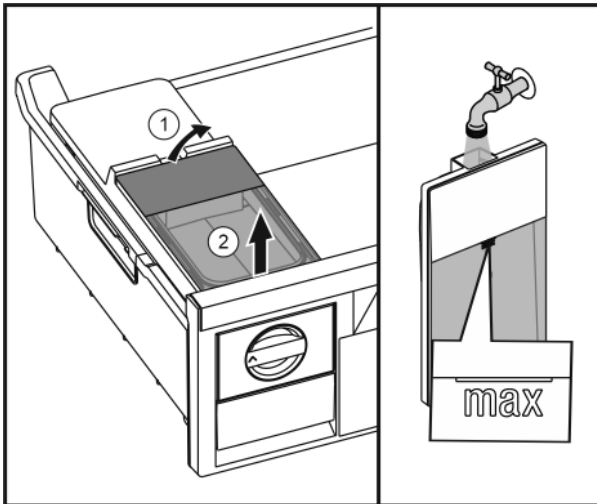

Fig. 39
- Поднять бак для воды сзади Fig. 39 (1) и извлечь движением вверх Fig. 39 (2).